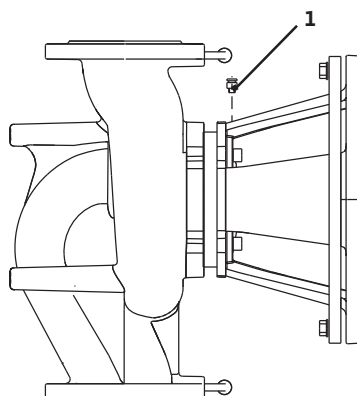

Fig. 40: Odvzdušňovací ventil
- Čerpadlá odvzdušnite pomocou uvoľnenia odvzdušňovacích ventilov (Fig. 40, pol. 1). Chod nasucho zničí mechanickú upchávku čerpadla. Snímač tlakového rozdielu sa nesmie odvzdušňovať (nebezpečenstvo zničenia).